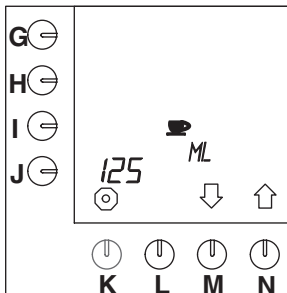

Abb. 34 Inhalt einer Tasse
- Drücken Sie auf die Wahl Taste (N.)↑, bis Abb.34 im Display erscheint.